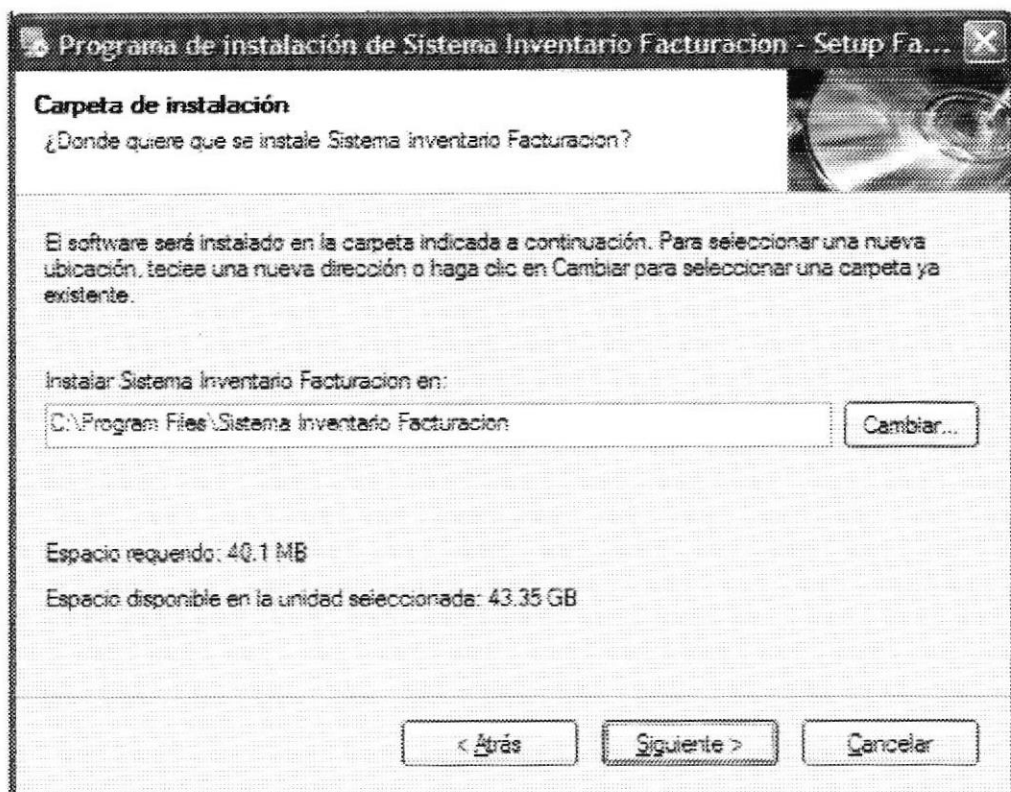

Figura 4.10. Pantalla de ruta de Instalación del sistema S.I.F.
9. Si desea elija la ruta en donde se va instalar el Sistema S.I.F lo podrá hacerlo dando clic en el botón cambiar como se lo muestra a continuación en la figura 4.10.